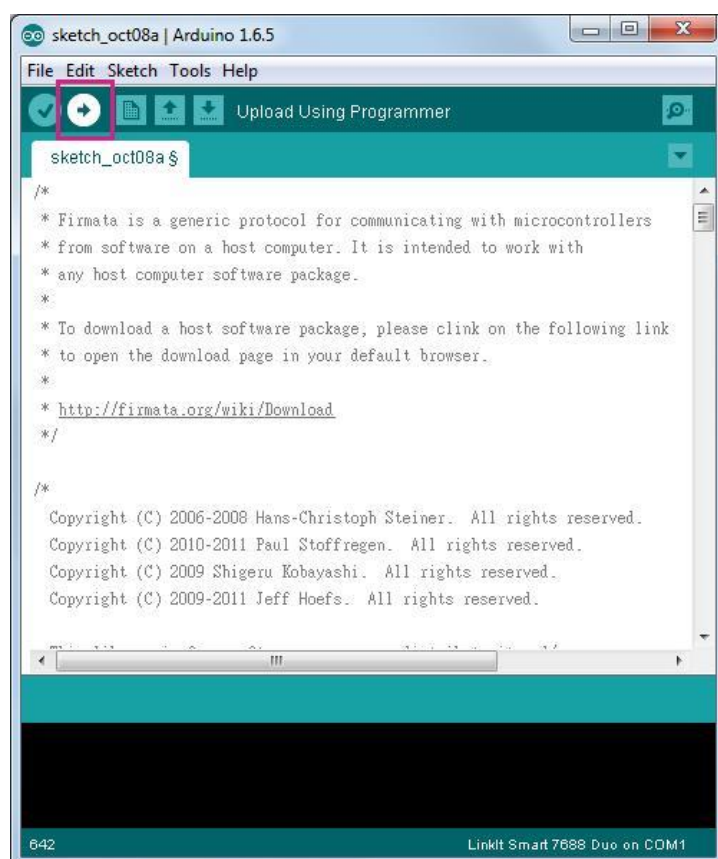

图 59 使用 Arduino IDE 上传示例程序
- 3) 将源代码复制到 Arduino IDE 并点击 **Upload**，如图 59 所示。